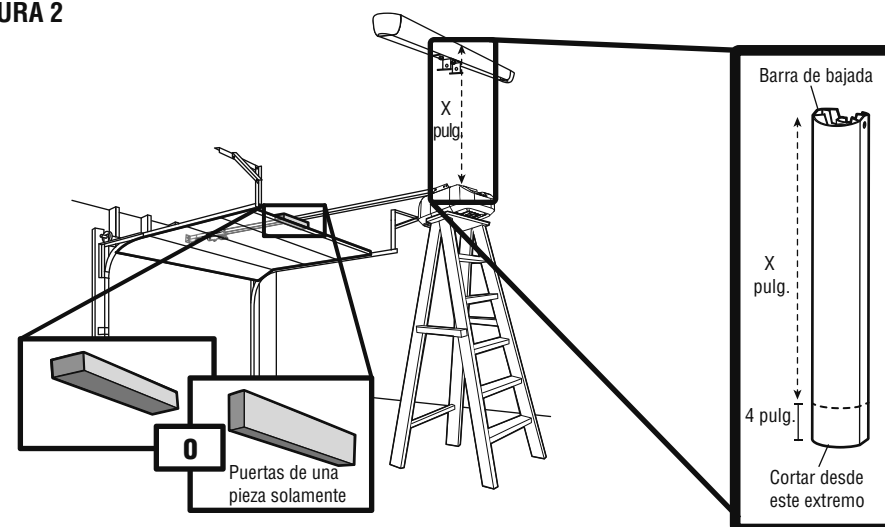

FIGURA 5
5. SUJETAR EL SOPORTE (CON LA BARRA DE BAJADA) AL ABRIDOR (FIGURA 5)
6. TENDER LOS CABLES POR EL CANAL DE ORGANIZACIÓN DE CABLES (FIGURA 5)
7. COMPLETAR LA INSTALACIÓN (FIGURA 5)